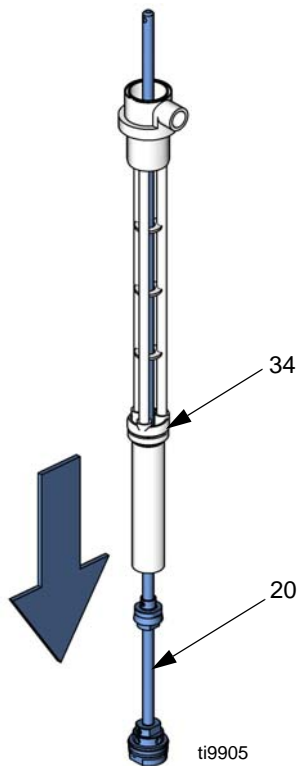

FIG. 19
7. Saque el eje de transferencia (20) del fondo del cuerpo de la bomba (34). Consulte FIG. 19.